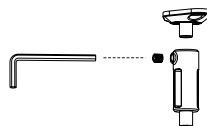

Rysunek 9
2. Wywierć otwory w betonie lub bryle betonowej za pomocą wiertła 5/16". Włóż wywierconych i oczyszczonych otworów należy włożyć kołki rozporowe # 12 -14 (patrz rysunek 9). Upewnij się, że kołek jest w jednej płaszczyźnie ze ścianą (patrz rysunek 9).
3. Następnie przymocuj płytę montażową do ściany za pomocą śrub samogwintujących ST5.5 x 45 (patrz rysunek 9).